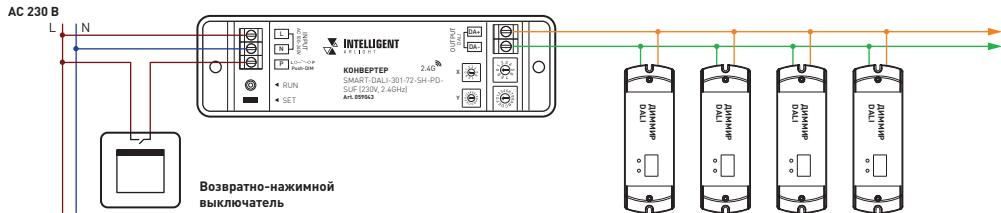

Рис. 3. Схема подключения конвертера при управлении PUSH-DIM
- 3.2. Подключите конвертер в соответствии со схемами на рис. 2 и рис. 3: